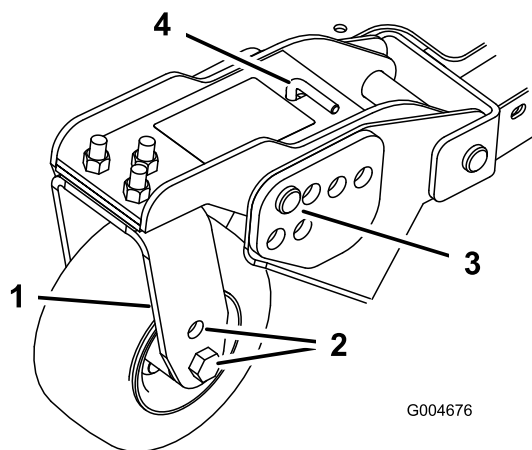
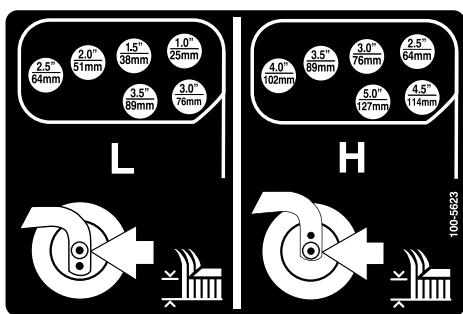

Figura 22
Figura 23
1. Coloque os eixos da roda giratória nos mesmos orifícios em todas as forquilhas da roda giratória (Figura 20 e Figura 22).
6. Retire o contrapino tipo grampo e os pinos de segurança dos braços articulados da roda giratória (Figura 22).
7. Rode a barra tensora para levantar ou descer o braço articulado, até os orifícios se encontrarem alinhados com os orifícios da altura de corte desejados, na estrutura da plataforma do cortador (Figura 22 e Figura 23).